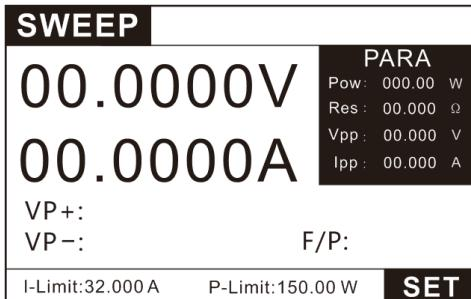
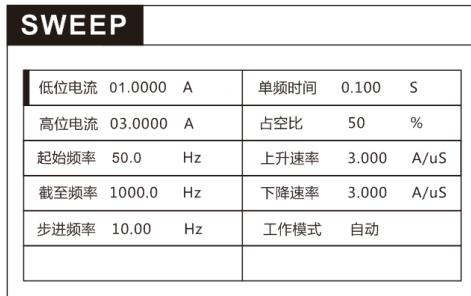

图 3.28 SWEEP 功能测试界面
图 3.29 SWEEP 功能设置界面
- 1、按 **MODE** 键进入模式选择页面，按上下键选择 SWEEP，按 **ENTER** 键进入 SWEEP 测试界面图 3.28。
- 2、如图 3.28 在 SWEEP 界面下，按 **SET** 键进入设置界面图 3.29。
- 3、按照图 3.29 所示的参数设置好负载。负载会从 50Hz 频率开始按 1A，3A 的高低电平开始带载 0.1S，然后根据步进 10Hz，会切换到 60Hz 带载 0.1S。如此，直到带载到 1000Hz 时停止。